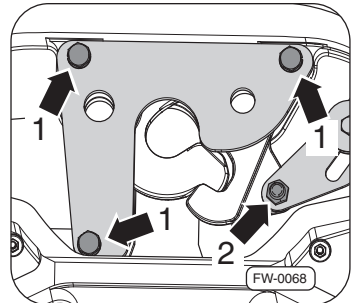

Abb. 36 · Abdeckung anbringen
2. Die Verschlussklinke mit der neuen Mutter ⇒ Abb. 36, –Pos. 2– befestigen und die Abdeckung mit den neuen Schrauben –Pos. 1– anbringen. Die Muttern gemäß Anzugsdrehmoment ⇒ Seite 31 anziehen.